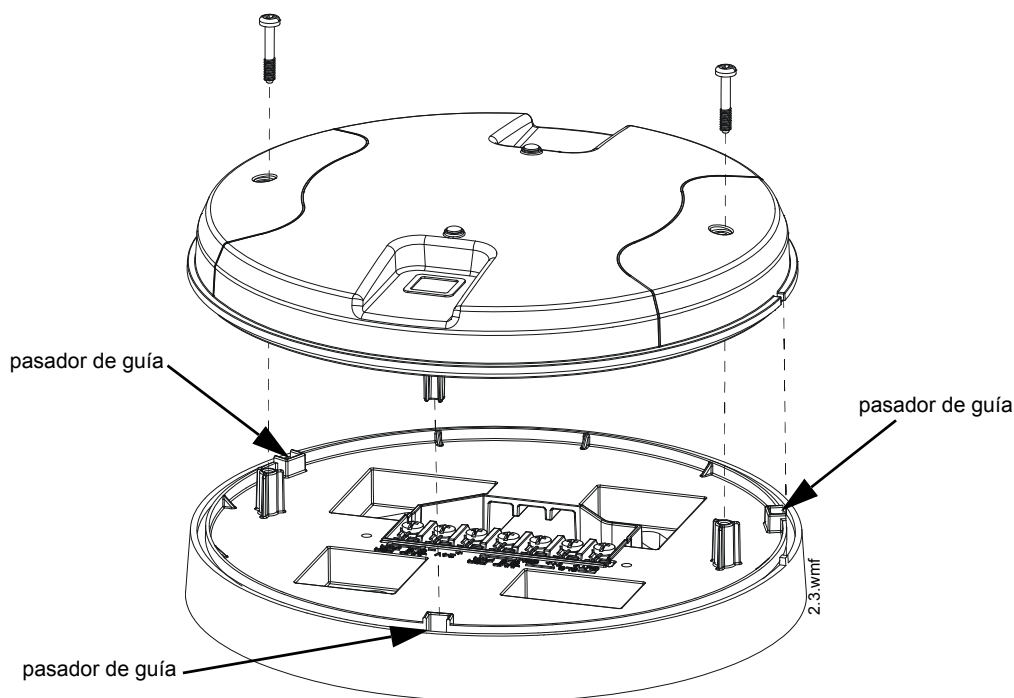

Figura 2.4 Fijación de la cubierta en la placa de montaje
5. Para montar la cubierta, alinee los pasadores de guía de la cubierta con las ranuras correspondientes en la placa de montaje. Consulte Figura 2.4.